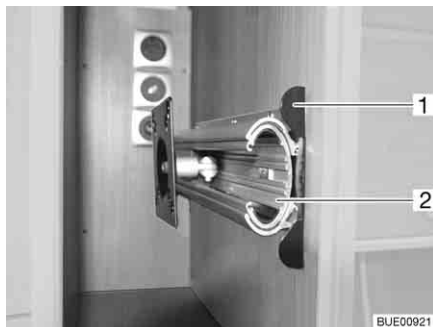

Bild 75 Fäste i TV-skåp
- Tryck in låslisten (Bild 75,1).
- Drag ut utdragsanordningen (Bild 75,2) till stoppläget.
- Skjut in utdragsanordningen (Bild 75,2), tills låslisten (Bild 75,1) hakar i.